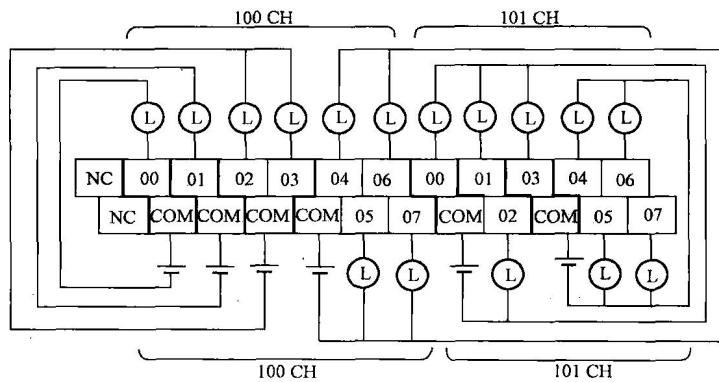

图 1-16 源型晶体管输出及其负载的连接
3) 源型晶体管输出及其负载的连接,如图 1-16 所示。作为脉冲输出使用的情况下,用 PLC 系统设定 [脉冲输出 0] ~ [脉冲输出 3] 进行设定。